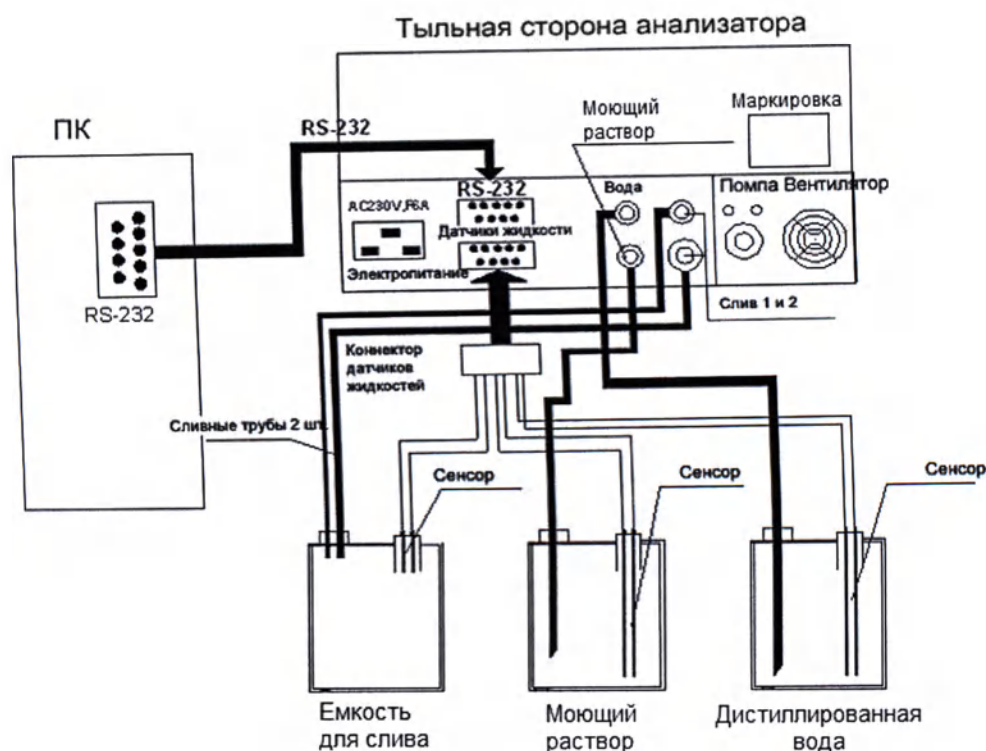

Рис. 3.1.1 Схема коммутации анализатора
- 2 Соедините заборный шланг для воды (см. рисунок 3.1.1) поместите противоположный его конец в емкость с дистиллированной водой.
- 3 Соедините сливные шланги для слива и поместите противоположенные концы в сливную емкость (см. рисунок 3.1.1).
- 4 Соедините шланг промывающего раствора (см. рисунок 3.1.1) и поместите противоположенный конец в емкость с промывающим раствором.
- 5 Подсоедините разъем датчиков жидкостей в соответствующее гнездо на задней стенке прибора (см. рисунок 3.1.1) и притяните гайкой.
- 6 Соедините кабелем связи анализатор и внешний компьютер через соответствующий разъем на задней стенке прибора (см. рисунок 3.1.1)